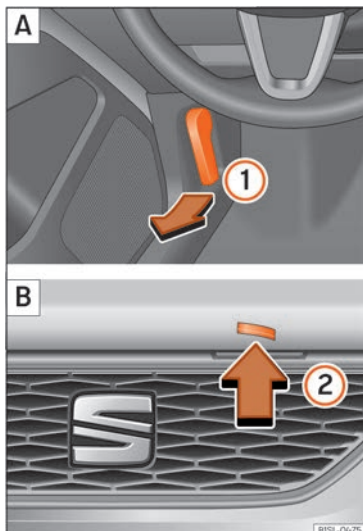

Fig. 159 [A] : Levier de déverrouillage dans la zone du repose-pied, du côté conducteur. [B] : Levier de déverrouillage sur le capot du moteur.
- Ouvrez la portière et tirez sur le levier situé sous le tableau de bord »» fig. 159 ①.
- Relevez légèrement le capot du moteur et appuyez en même temps sur le levier de déverrouillage »» fig. 159 ② dans le sens de la flèche pour ouvrir complètement le capot du moteur.